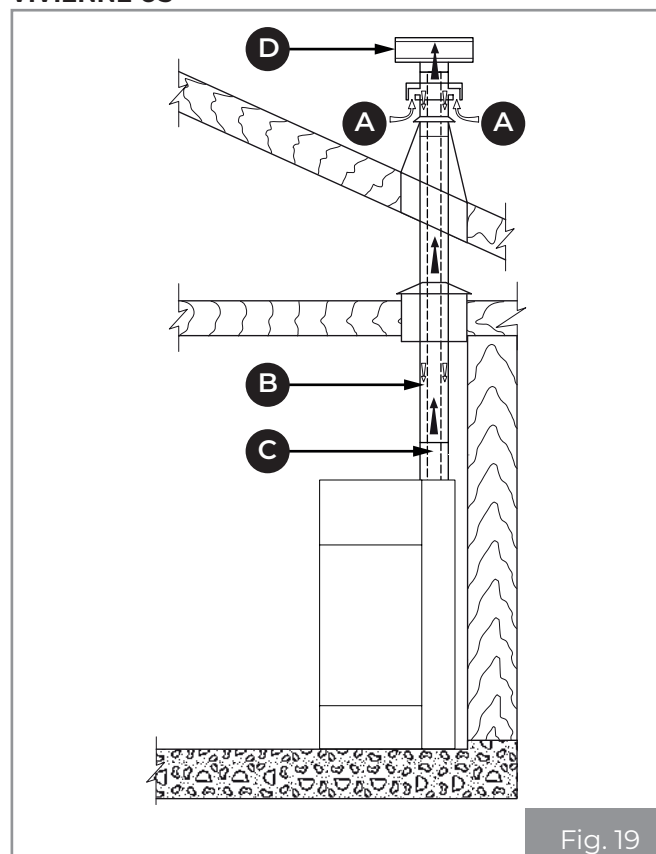
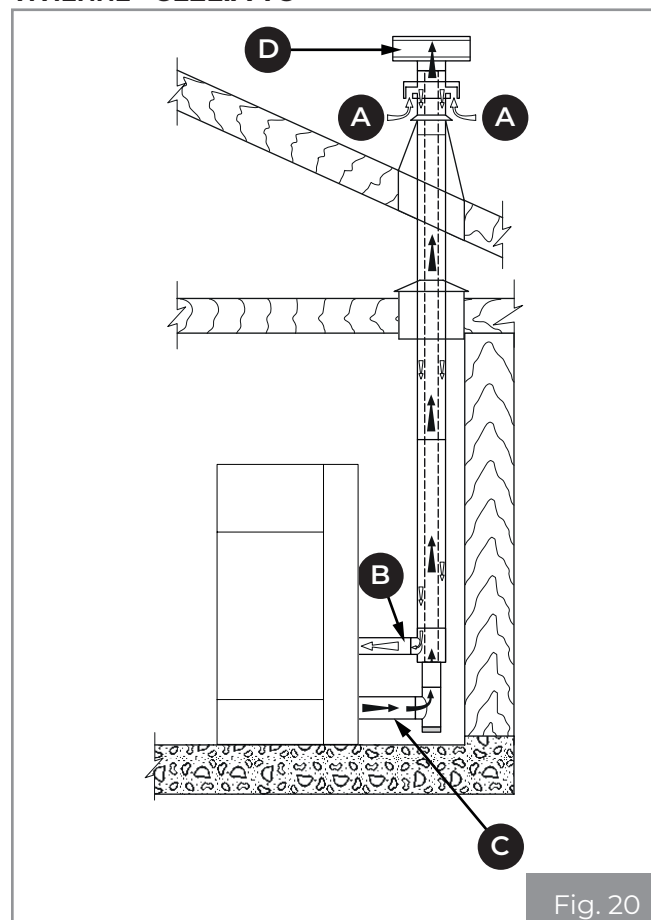
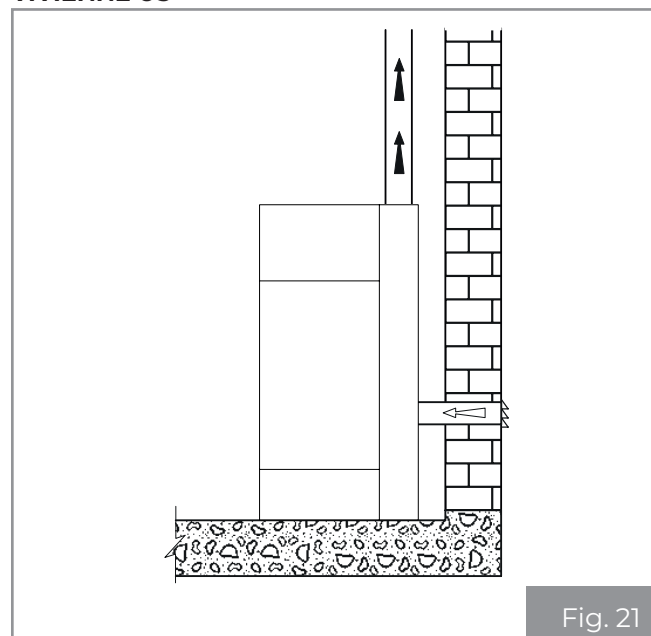
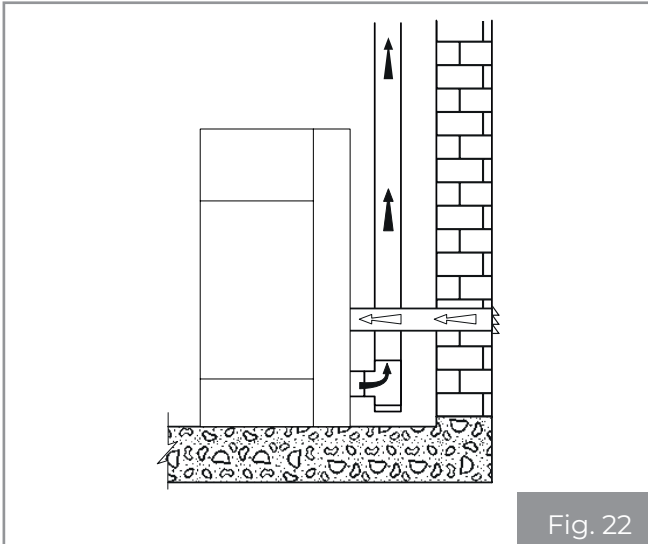

Fig. 19
Fig. 20
Fig. 21
Fig. 22
- provenire direttamente dall'esterno con collegamento diretto alla camera di combustione (**Fig. 19 - Fig. 22**).
- canalizzare l'aria comburente sfruttando un tubo di scarico coassiale per l'espulsione dei fumi e il prelevamento dell'aria (**Fig. 19 - Fig. 20 - A, B = Ingresso aria, C, D = Uscita fumi**); pertanto non è necessario fare una classica presa d'aria nel locale.
- collegare l'ingresso dell'aria comburente dell'apparecchio alla presa d'aria con un apposito condotto (**Fig. 21 - Fig. 22**).